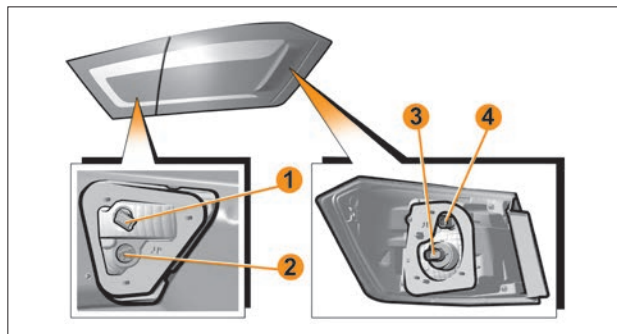

Рис. 13. Задние фонари
Для замены лампы света заднего хода **1** (рис. 13) необходимо:
– преодолевая сопротивление держателей, отогнуть обивку крышки багажника для доступа к патрону-разъему **1** (рис. 13). Во избежание повреждения обивки, отгибание производить на величину не более 7–8 см;
- повернуть патрон-разъем **1** (рис. 13) против часовой стрелки и вынуть его из посадочного места в сборе с лампой;
Для замены лампы габаритного огня **2** (рис. 13) необходимо: – применять аналогичную последовательность, что и для замены лампы света заднего хода **1**, обеспечить доступ к патрону-разъему **2** лампы габаритного огня;